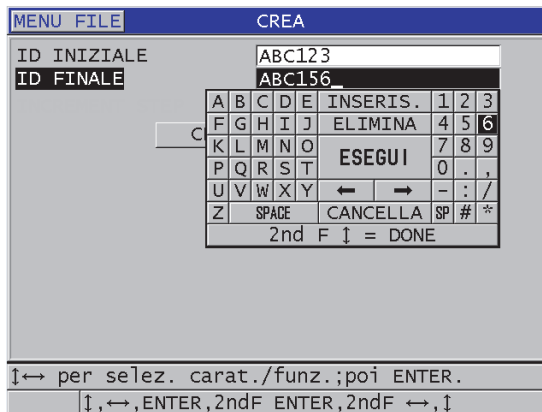

Figura 11-5 Selezionare l'intervallo di ID per il tipo di file sequenziale
3. Nella seconda pagina della schermata **CREA** (vedi Figura 11-5 a pagina 198):